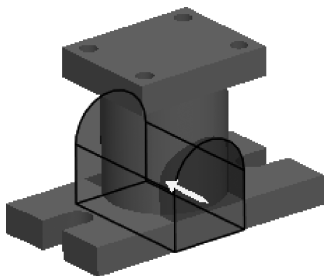

图 4-76 预览凸台
(4) 单击【草绘器工具】工具栏中的【完成】按钮 , 接受草绘图形, 回到设计窗口。
(5) 在图形区拖动鼠标中键调整观看模型的角度, 预览模型, 此时拉伸方向为向前, 单击黄色箭头, 使其拉伸方向变向朝后。
(6) 单击对话框【拉伸深度类型】列表  后的  按钮, 从弹出的列表中选择【到下一个】选项 , 拖动鼠标中键进行几何预览, 如图 4-76 所示。